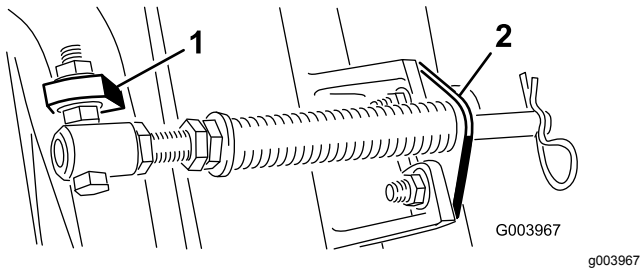

Bild 6
- C. Montieren Sie die Schraube des Federrohrs an der anderen Nase am Trägerrahmen und befestigen sie mit der Bundmutter. Der Schraubenkopf zeigt zur Außenseite der Lasche, siehe Bild 6.
- D. Montieren Sie die Stangenhalterung mit den Schlossschrauben und Muttern an den Schneideeinheiten (Bild 6).